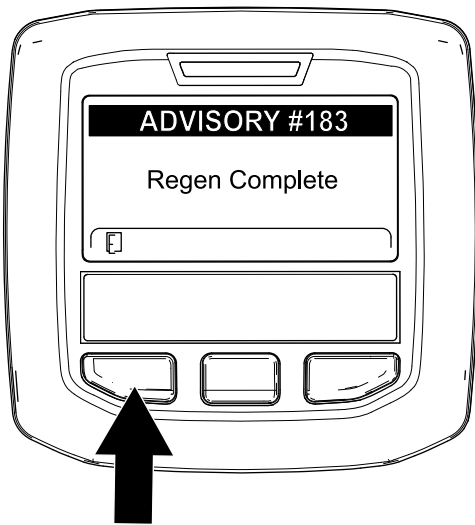

Figura 58
- Cuando el ordenador del motor finaliza una regeneración con la máquina aparcada o una regeneración de recuperación, el InfoCenter muestra ADVISORY #183 (Aviso n.º 183) (Figura 58). Pulse el botón de la izquierda para salir a la pantalla de inicio.
Nota: Si la regeneración no se realiza correctamente, el InfoCenter muestra Advisory #183 (Aviso n.º 183) (Figura 58). Pulse el botón de la izquierda para salir a la pantalla de inicio.